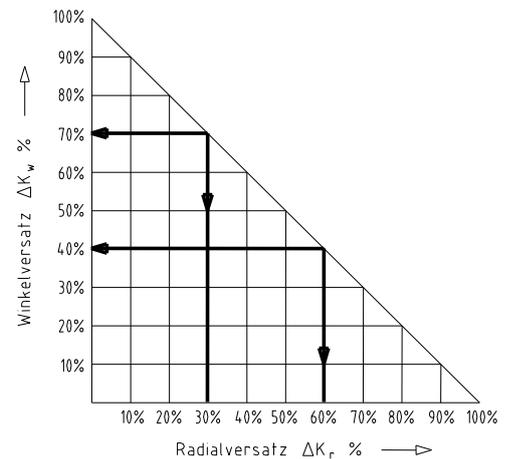

Bild 26: Verlagerungskombinationen
- Die in Tabelle 11 angegebenen Verlagerungswerte sind Maximalwerte, die nicht gleichzeitig auftreten dürfen. Bei gleichzeitigem Auftreten von Radial- und Winkelversatz darf die Summe der Versätze ΔK_r bzw. ΔK_w nicht überschreiten (siehe Bild 26).
Beispiele für die in Bild 26 angegebenen Verlagerungskombinationen: